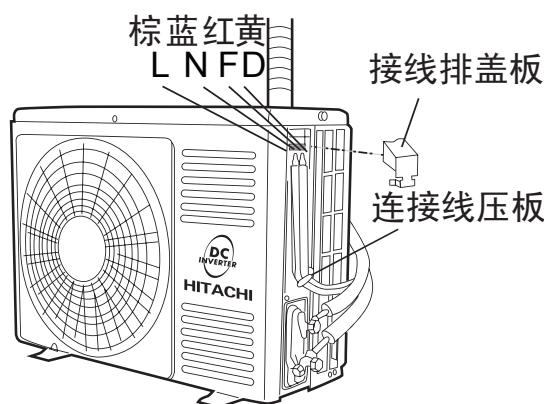

图22
- (1) 将接线排盖板取下。
- (2) 将连接电缆分别按图22正确的牢固连接。（紧固力矩为8~15kgf. cm）
- (3) 必须将黄/绿线接至带有“ \ominus ”标志处的接地螺钉上。
- (4) 用连接线压板将连接电缆用螺钉紧固。
- (5) 完成接线后将接线排盖板重新安装凸台卡扣位置。
- (6) 将边盖重新安装。